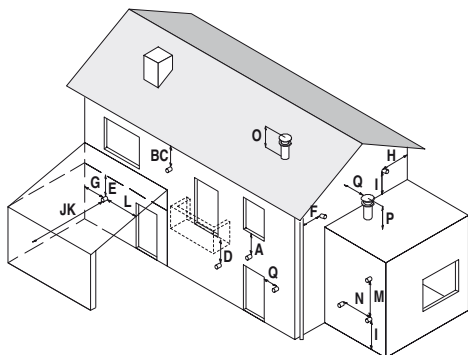

Figura 5.12
- rispettare le distanze minime di Figura 5.12 ed eventuali norme nazionali e locali vigenti.